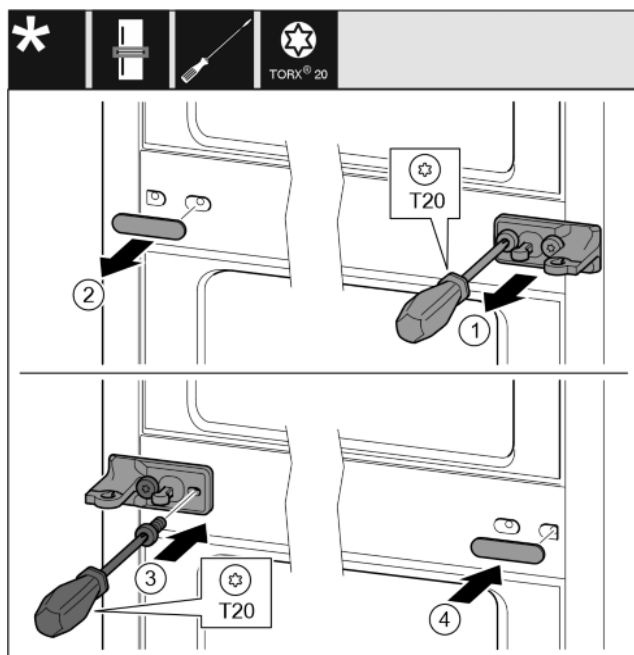

Fig. 26
- Skinite podložnu pločicu. Fig. 26 (1)
- Odvijačem T20 odvijte vijke. Fig. 26 (2)
- Oprezno skinite pokrov. Fig. 26 (3)
- Čvrsto zavijte podložak ležaja s folijom okrenuto za 180 ° na drugoj strani. Fig. 26 (4)
- Postavite pokrov okrenut za 180° na drugoj strani. Fig. 26 (5)
- Nataknite podložnu pločicu s prednje strane. Fig. 26 (6)